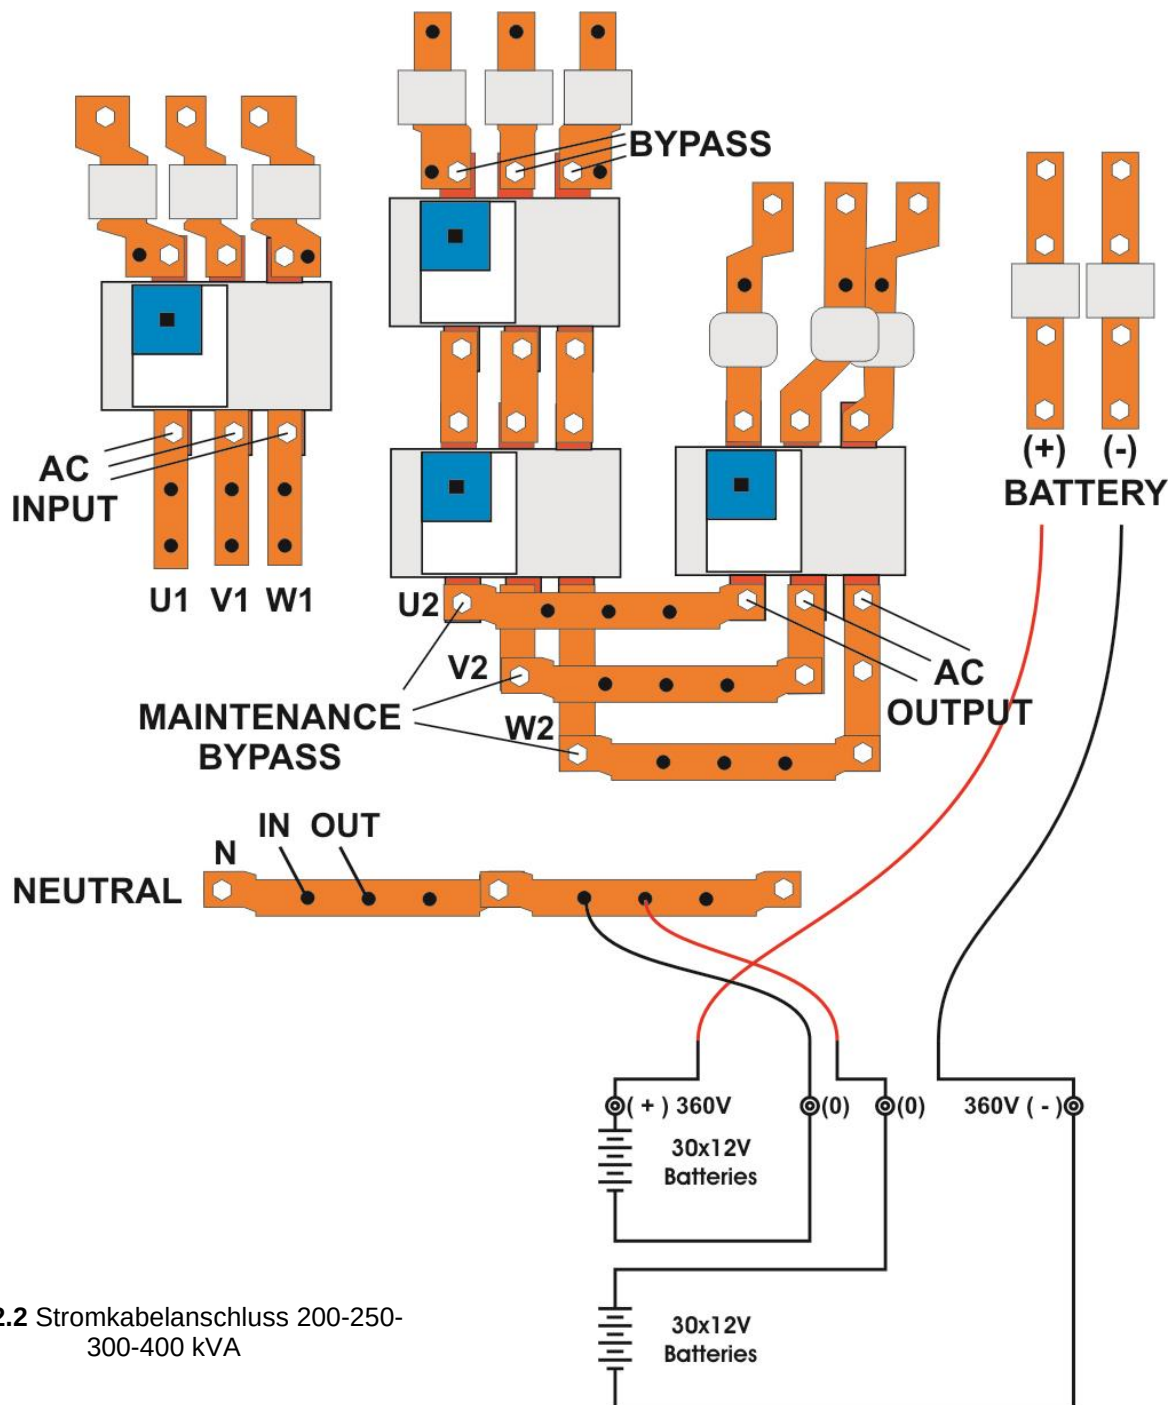

Abb. 2.2 Stromkabelanschluss 200-250-300-400 kVA
Beschreibungen der Eingangs-/Ausgangskabelanschlussklemmen der USV sind in Abb. 2.2 dargestellt.
2. Schließen Sie den 3-phasigen AC-Eingang, der vom Netzverteiler kommt, an die AC-Eingangsklemmen an, wie auf dem Schild angegeben. (Abb. 2.2)